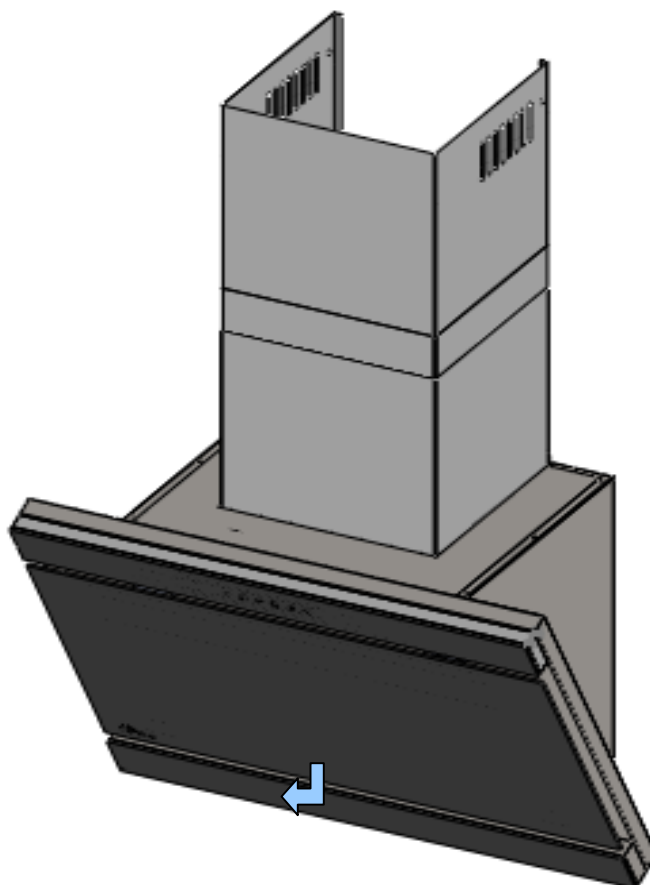

Рис. 5
- Откройте стекло, поднимая его до упора, что будет подтверждено характерным звуком треска щелчка (рис. 5).